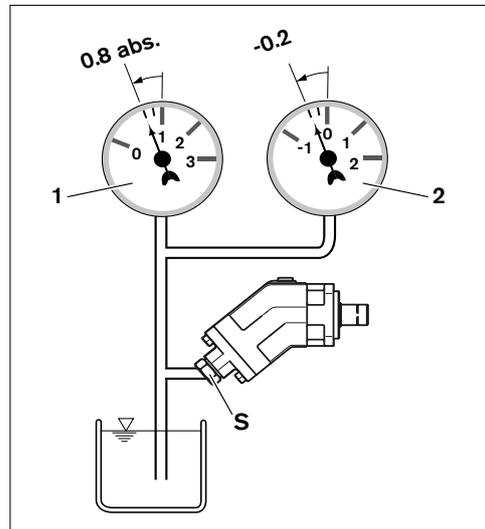

Abb. 7: Saugdruck
- ▶ Stellen Sie sicher, dass für die Axialkolbenpumpe in allen Einbaupositionen und Einbaulagen im Betrieb und bei Kaltstart ein minimaler Saugdruck von 0.8 bar absolut am Anschluss „S“ vorliegt, siehe Abb. 7. Weitere Werte siehe Datenblatt.